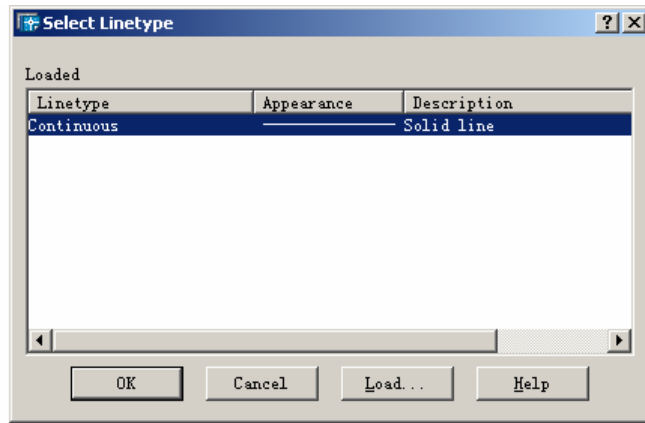

图 7-18 Select Linetype 对话框
6) Linetype 显示对应图层的线型。用户可以利用该选项控制图层的线型。单击该图层的线型名,弹出如图 7-18 所示的 Select Linetype (线型选择)对话框,用户可利用该对话框进行线型设置。